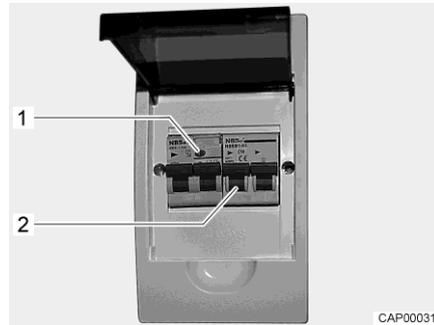

Fig. 47 Coffret de fusibles 230 V avec disjoncteur de protection de circuit et disjoncteur FI
Un disjoncteur différentiel (disjoncteur FI) dans le coffret de fusibles protège tout le véhicule contre le courant différentiel (0,03 A). Le disjoncteur de protection de circuit connecté en aval (10 A) (Fig. 47,2) protège le réseau de bord 230 V.
- Lorsque le véhicule est raccordé à l'alimentation 230 V, appuyer sur la touche de contrôle (Fig. 47,1). Le disjoncteur différentiel doit se déclencher.